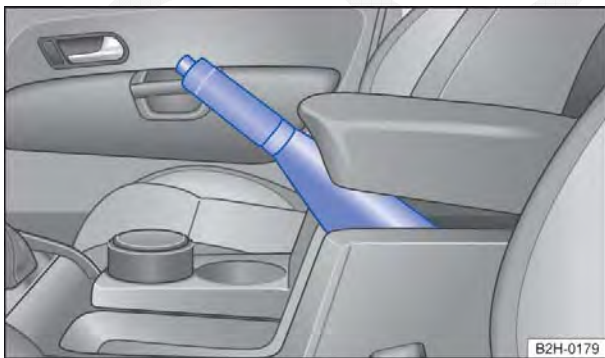

Fig. 104 Entre os bancos dianteiros: freio de estacionamento.
- Puxar a alavanca do freio de estacionamento um pouco para cima e pressionar o botão bloqueador ⇒ Fig. 104 (seta).
- Mover a alavanca do freio de estacionamento para baixo. A luz de controle (P) no instrumento combinado se apaga. Se a luz de controle não se apagar, significa que o freio de estacionamento não está completamente solto.